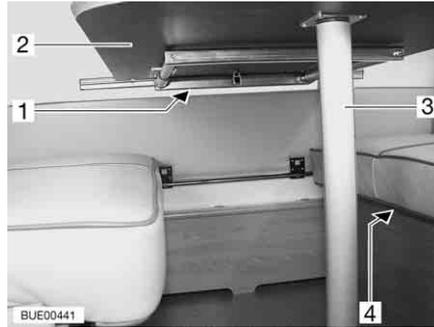
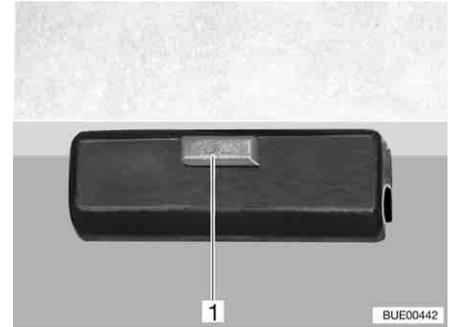

Bild 76 Umbau zum Bett
Bild 77 Verriegelung
- Tischplatte (Bild 76,2) vorn leicht anheben.
- Tischfuß (Bild 76,3) abschrauben und beiseite legen.
- An der Verriegelung (Bild 76,1) den Entriegelungsknopf (Bild 77,1) drücken.
- Tischplatte in die Aufnahmen (Bild 76,4) an den Sitzbänken legen.